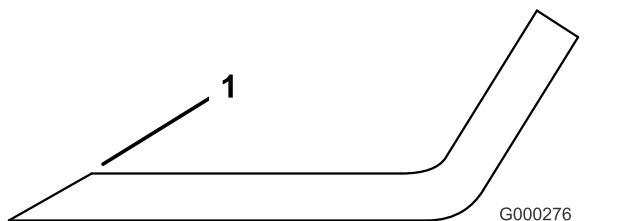

Figura 27
4. Inspeccione los filos de corte de todas las cuchillas, y afílelos si están romos o tienen mellas (Figura 27).
Nota: Afíle únicamente la parte superior del filo y mantenga el ángulo de corte original para asegurar un filo correcto (Figura 27). La cuchilla permanece equilibrada si se retira la misma cantidad de material de ambos filos de corte.